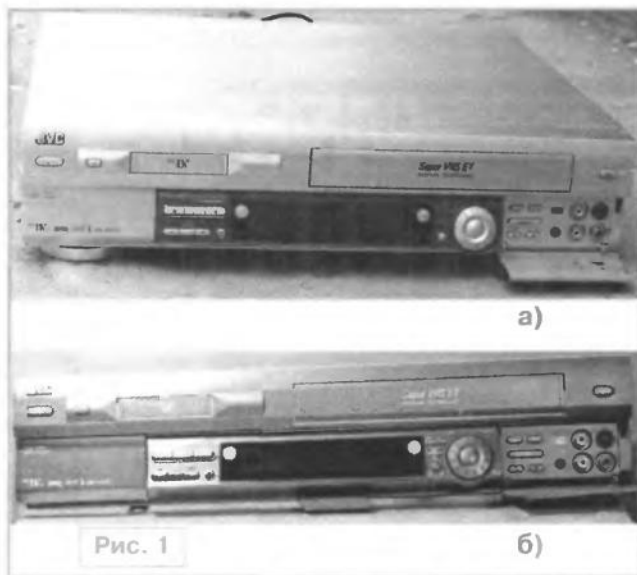
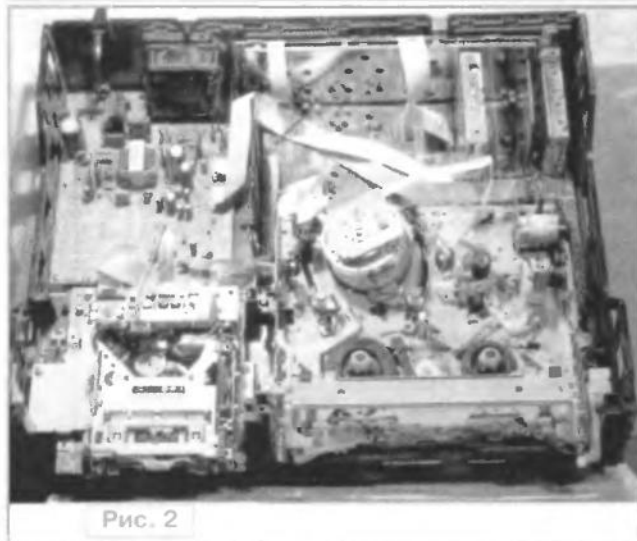

Рис. 1
Рис. 2
Номенклатура имеющихся в продаже видеомagnetофонов и видеоплейеров в настоящее время невелика. Однако в составе различной комбинированной аппаратуры их выпускают многие ведущие фирмы. Например, фирма JVC выпускает комбинированные устройства miniDV+S-VHS/Hi-Fi. На рис. 1, а показан внешний вид, а на рис. 2 — вид сверху без кожуха и передней панели комбинированного устройства JVC — HR-DVS3E. Его профессиональный аналог — JVC — SR-VS30E виден на рис. 1, б. Такие аппараты удобно использовать для оцифровки записей с видеокассет VHS/S-VHS (перезаписи на кассеты miniDV) и для "перегона" записей с кассет miniDV на компьютеры. В аппаратах имеется интерфейс IEEE1394 (DV).